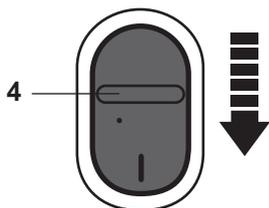

Fig. 24
- > Faites glisser l'interrupteur marche/arrêt (4) vers l'arrière (du point de vue de l'opérateur) pour éteindre le produit (Fig. 24).